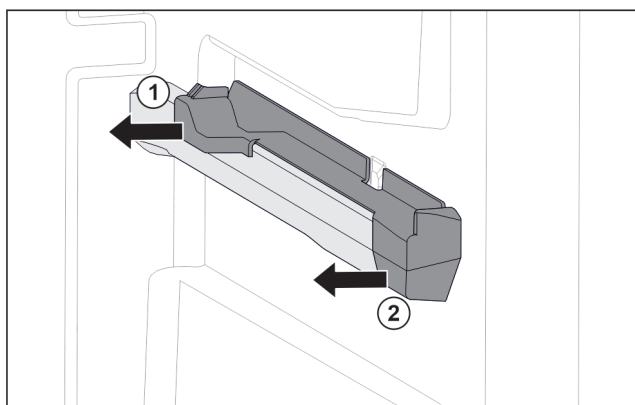

Fig. 102 Elemento inseribile sulla nervatura destra del contenitore
- ▶ Estrarre l'elemento inseribile dal lato posteriore di lato. Fig. 102 (1)
- ▶ Estrarre l'elemento inseribile dal lato anteriore di lato. Fig. 102 (2)